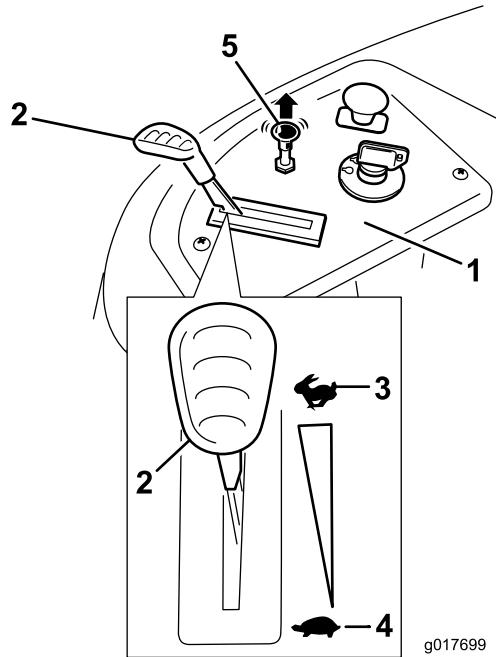

Figure 13
4. Tirez la commande de starter pour démarrer un moteur à froid (Figure 13).
2. Placez la manette d'accélérateur à la position haut régime (Figure 13).